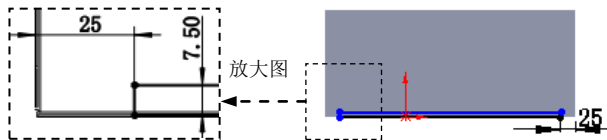

图 17.6.10 横断面草图
- (5) 绘制自定义的边线法兰特征形状。在设计树的 **边线—法兰4** 上右击，在系统弹出的快捷菜单上单击 按钮，系统进入草图环境，绘制图 17.6.10 所示的横断面草图。退出草图环境，此时系统完成边线—法兰 4 的创建。